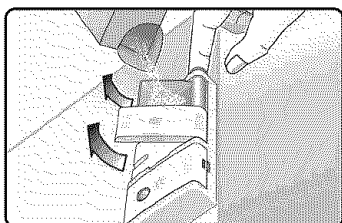

Figure 23/Ilus. 23
3. With the dishwasher door half-open, press the blue button on the right side of the dispenser, as shown in Figure 23. The dispenser cover and chamber will swing upward. Fill the detergent chamber with the amount of detergent recommended in Table 1, using the measurement lines in the chamber as a guide.
3. La porte à demi-ouverte, presser la touche sur le côté droit du distributeur, figure 23. Le couvercle et la section se déplacent vers le haut. Remplir la section détergent avec la quantité recommandée de détergent, tableau 1. Utiliser les lignes comme décrit dans le guide.
3. Abra a medias la puerta de la lavadora de platos, oprima el botón azul en el lado derecho del surtidor, tal como muestra la Ilustración 23. La cubierta y el compartimiento del surtidor giran hacia arriba. Llene el compartimiento para el detergente con la cantidad recomendada en el Cuadro 1, guiándose por las rayas de medición en el compartimiento.